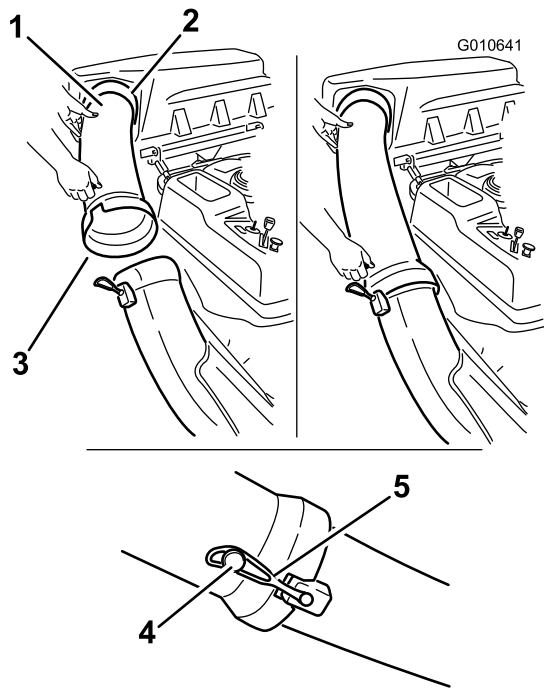

Bild 23
1. Schieben Sie das gekrümmte Ende des Auswurfrohrs in die Öffnung in der Abdeckung des Heckfangsystems (**Bild 23**).
2. Schieben Sie das breite Ende des Auswurfrohrs über das Ende des Auswurfkanals. Schieben Sie die Gummihalterung auf den Auswurfkanal, bis sie über dem Stift am Auswurfrohr einrastet, und der Auswurfkanal befestigt ist (Bild 23).